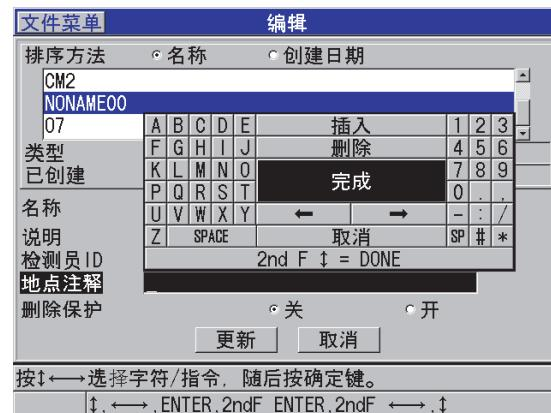

图 11-18 输入新文件信息
3. 在**编辑**屏幕中（参见第 192 页的图 11-18）：